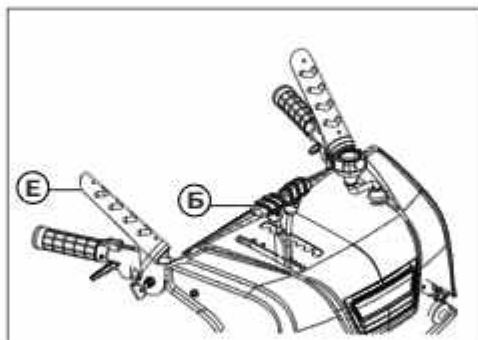

Рис. 25
1. Чтобы переместить снегоочиститель вперед, установите рычаг управления скоростью (рис. 25, поз. Б) в одно из передних положений.
3. Нажмите и удерживайте рычаг управления шнеком (рис. 25, поз. Е).